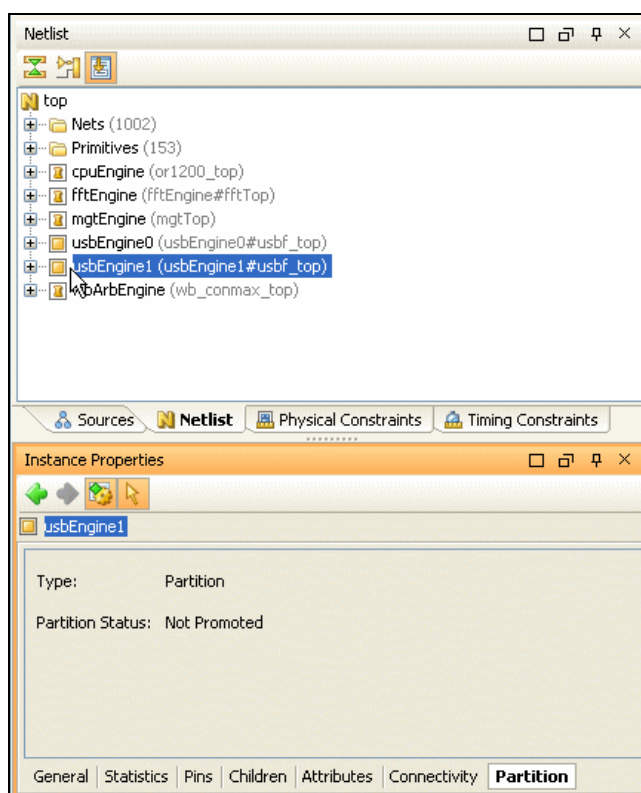

図 13-1：[Netlist] ビューでのパーティションの設定
3. 図 13-1 のように、パーティションされたモジュールをハイライトする新しいアイコンが [Netlist] ビューに表示され、そのパーティションが [Instance Properties] ビューの [Partitions] タブに表示されます。このタブには、パーティションのディレクトリとプロモートされた日付が表示されます。